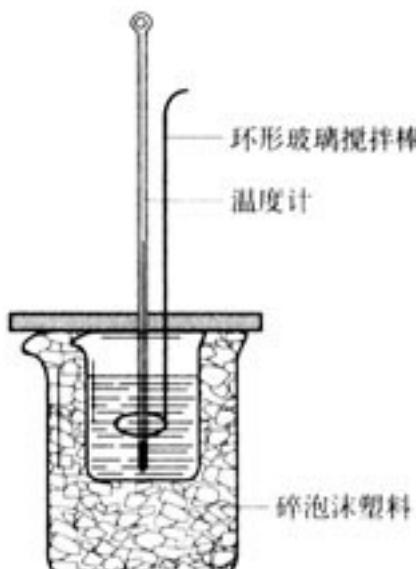

图 1-3 中和反应反应热的测定
1. 在大烧杯底部垫泡沫塑料(或纸条)，使放入的小烧杯杯口与大烧杯杯口相平。然后再在大、小烧杯之间填满碎泡沫塑料(或纸条)，大烧杯上用泡沫塑料板(或硬纸板)作盖板，在板中间开两个小孔，正好使温度计和环形玻璃搅拌棒通过，以达到保温、隔热、减少实验过程中热量损失的目的，如图 1-3 所示。该实验也可在保温杯中进行。